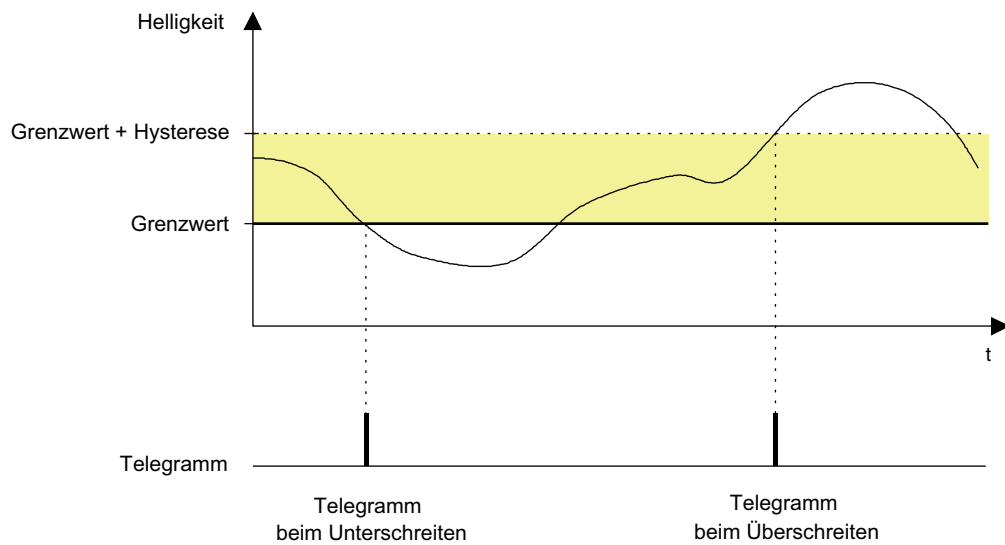

Bild 52: Beispiel 2 zur Grenzwertdefinition
2. Helligkeitsgrenzwert = Untere Schwelle (Bild 52)